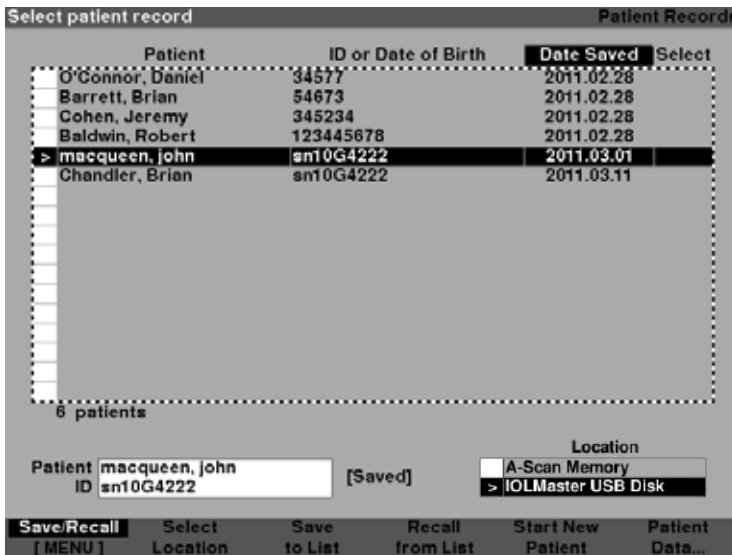

Figura 11-3 Recuperación de un registro de paciente
1. Presione el botón "Patient Records" (Registro de pacientes) ubicado en el lado derecho del instrumento. Aparecerá la pantalla Patient Record (Registro de pacientes), como se muestra en la Figura 11-3, de la página siguiente.